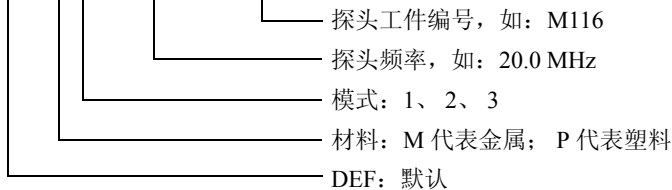

图 5-3 选择默认单晶探头设置
- c) 在所用探头类型的**默认**屏幕 (参见第 59 页的图 5-3) 上的默认设置列表中, 加亮显示正在使用探头的设置。